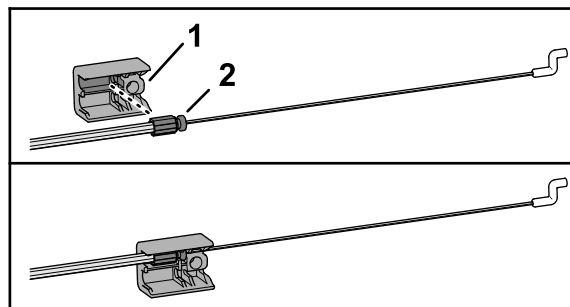

Рисунок 9
1. Вставьте фитинг на конце оболочки тросика в верхнее гнездо фитинга рукоятки (Рисунок 9).